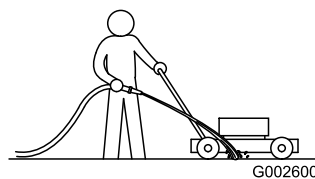

Figura 51
2. Con el motor en marcha y la cuchilla engranada, dirija un chorro de agua por delante de la rueda trasera **derecha** (Figura 51).